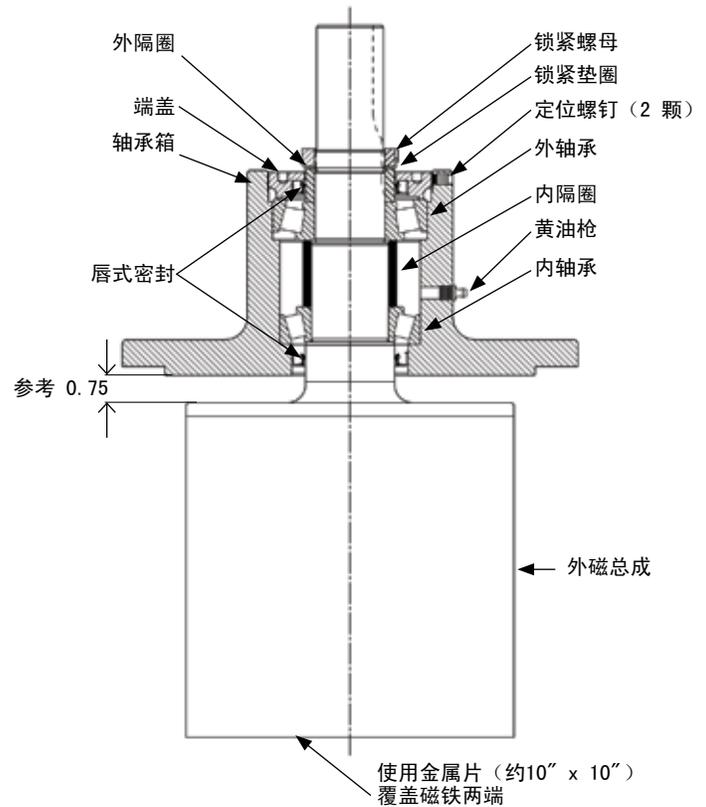

图15
轴承箱有两个涂抹油脂的圆锥转子轴承（TRB 和一块带转轴的外磁总成。可使用黄油枪对其进行外部喷涂。见图15如需进一步组装请 遵照以下进行：
3. 插入外磁总成转轴、使其穿过轴承和隔圈。转轴就位后、磁铁与轴承箱间应有约 0.75" 的间距。见图15。